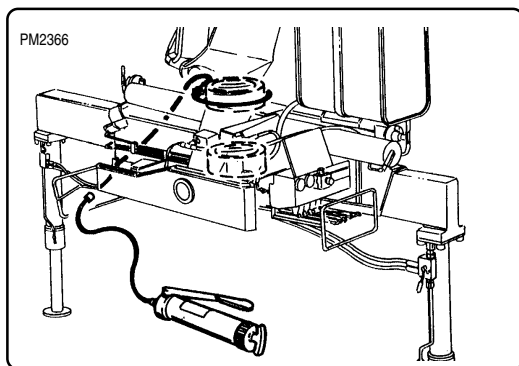

fig. 8.5.1
## 8.5 - Ingrassaggio boccole rotazione (fig. 8.5.1)
## 8.5 - Greasing the slewing system bushings (fig. 8.5.1)
L'ingrassaggio delle boccole della rotazione va effettuata immettendo grasso attraverso l'apposito ingrassatore (fig. 8.5.1) facendo ruotare contemporaneamente la gru (per il tipo di grasso vedi tabella a pag. 32/42).
*The slewing bushing must be greased through the lubricator (fig. 8.5.1) to rotate simultaneously the crane (the quantities of grease are shown in table at page 32/42).*